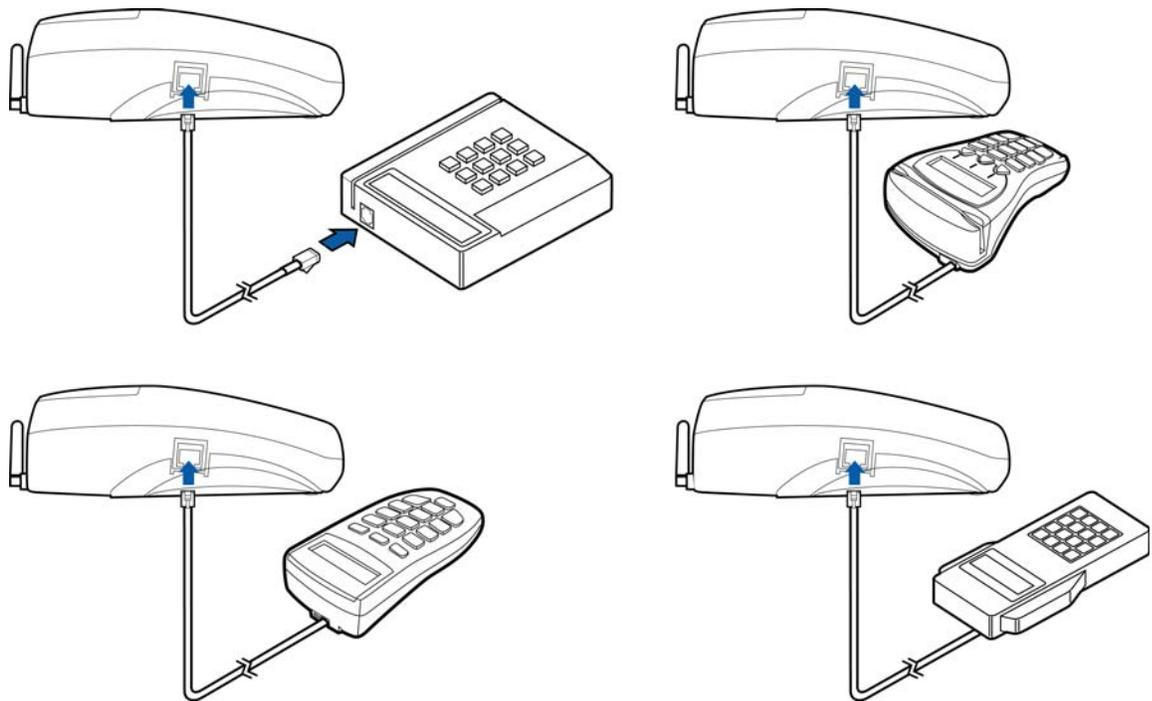

图 21 V*610 密码键盘串行端口连接示例
- 2 将密码键盘缆线另一端的 RJ45 型大连接插头插入终端侧面的密码键盘串行端口中。图 21 是智能卡阅读器和密码键盘与密码键盘串行端口连接的示例。